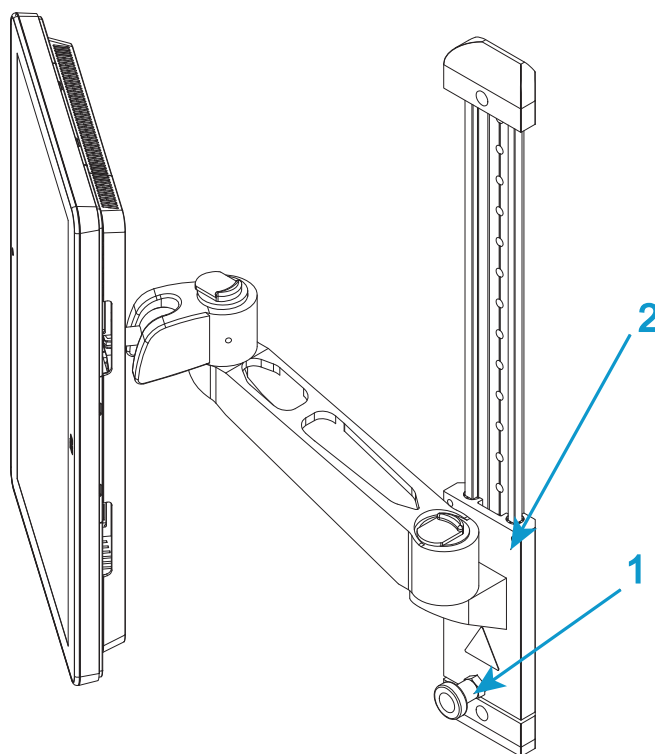

Figura 11. Regolazione dell'altezza
1. La barra di scorrimento consente di regolare l'altezza del Dashboard operatore[®] Bluehill per diverse esigenze di comfort. Allentare il blocco (1 in Figura 11 a pagina 48) e far scorrere il braccio di montaggio (2 in Figura 11 a pagina 48) all'altezza desiderata. Stringere nuovamente il blocco.